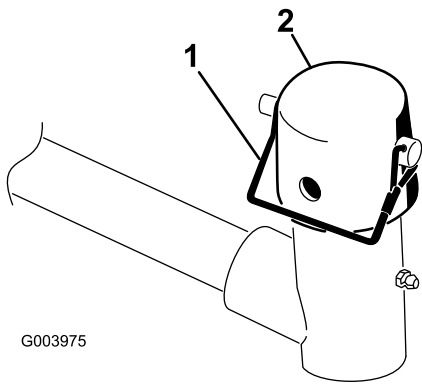

Figura 6
8. Retire o pino de encaixe e tampa da forquilha da articulação do braço de elevação (Figura 6).